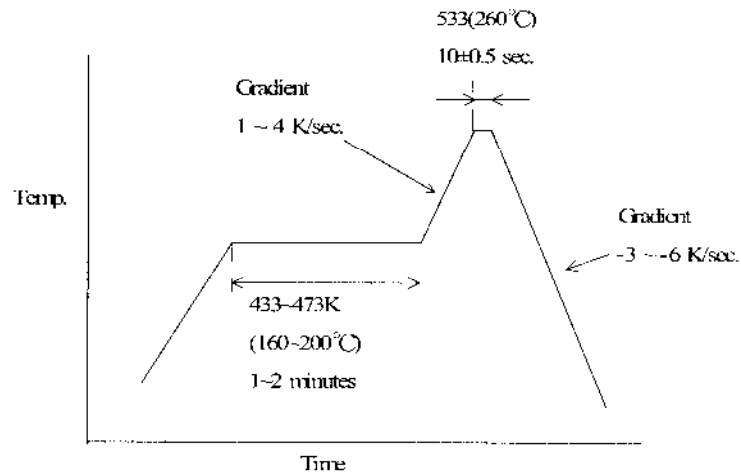

Fig.4
(2) Reflow soldering heat resistance / 半田耐熱性
A. Testing : Put on the receptacle connector to PCB , apply the heat 2 cycles as shown in Fig. 4
A.試験法: 基板にリセプタクルコネクタを置き、Fig. 4の条件で2回リフローを行う。